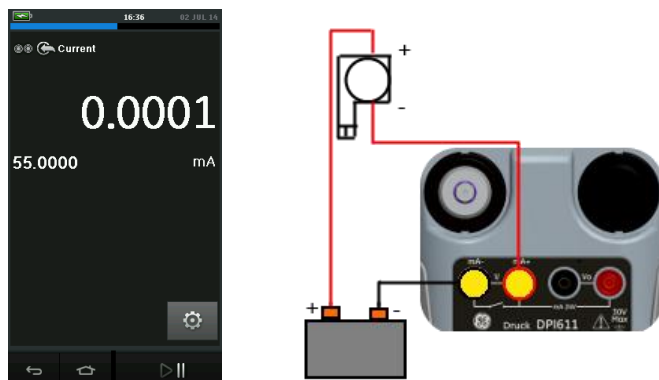
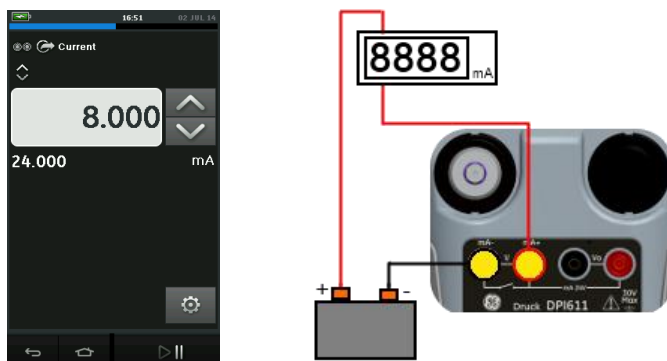

Рис. 2-19 Измерение тока с использованием внешней электрической цепи (диапазон: ± 55 мА)
Рис. 2-20 Подача с источника тока с использованием внешней электрической цепи (диапазон: от 0 до 24 мА)
- Рис. 2-19 и Рис. 2-20 – показана настройка измерения (± 55 мА) или подачи с источника (от 0 до 24 мА) тока с использованием внешней электрической цепи.